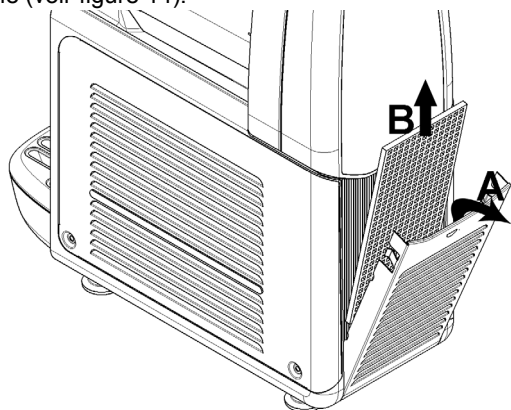

figure 14
**3 Tous les mois** : ôter la poussière qui s'est accumulée sur le filtre du condensateur situé sur le panneau arrière de la machine (voir figure 14).